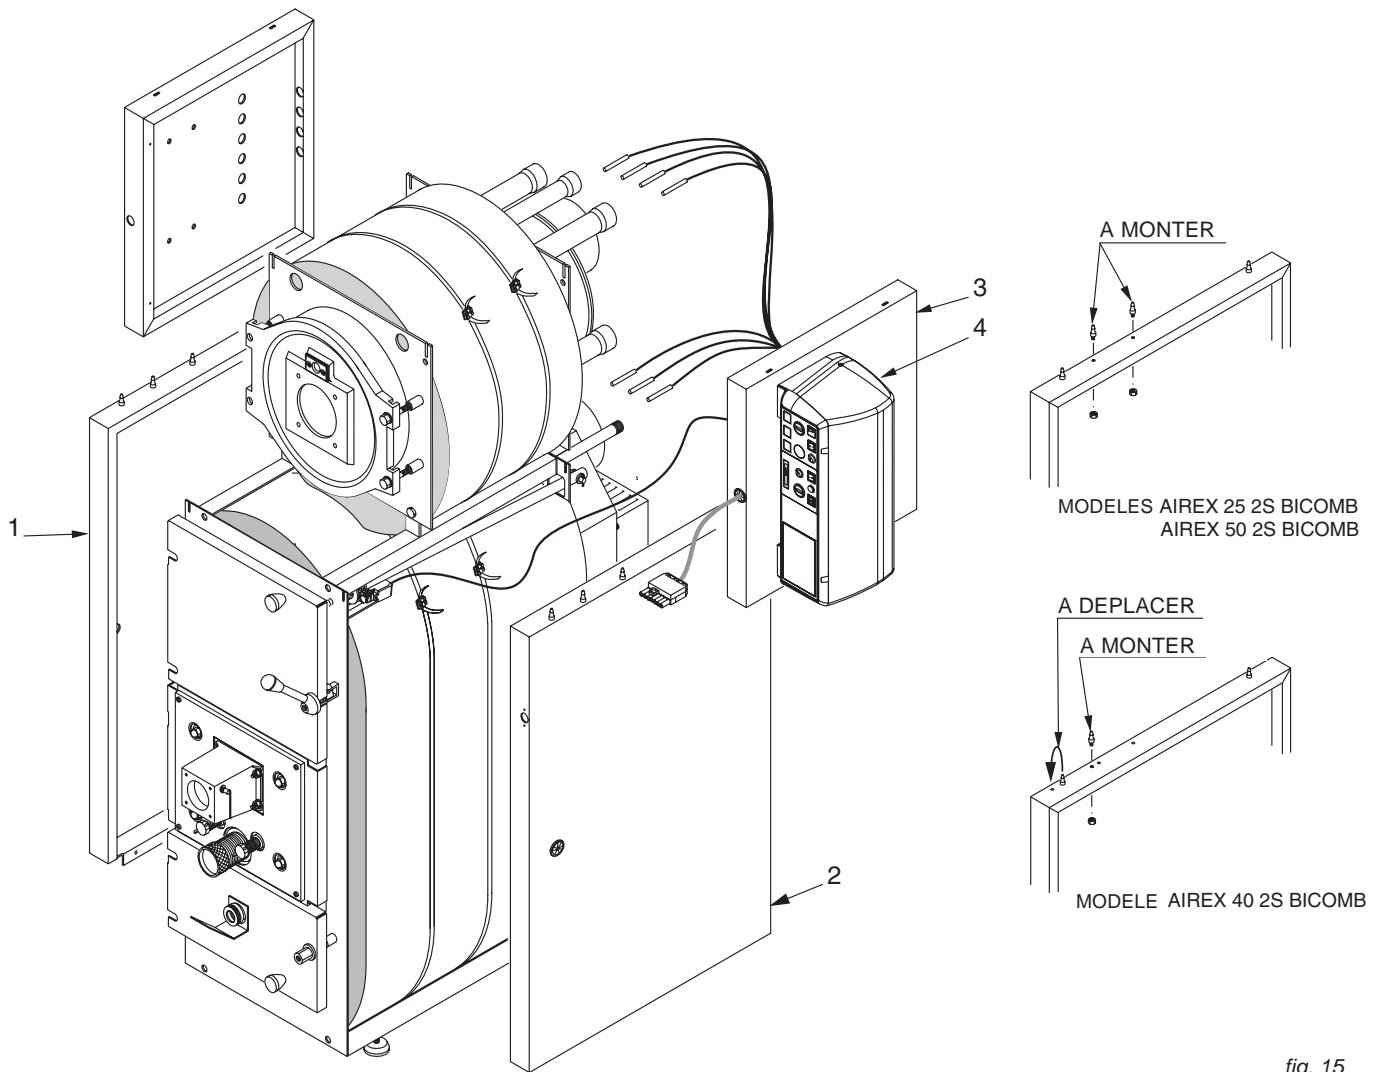

fig. 15
**Réf. fig. 15**
NB.: Les goujons ou clips situés dans la partie supérieure des panneaux latéraux de l'habillage du foyer bois, doivent être positionnés comme indiqué dans les détails de la fig.15, pour les différents modèles de chaudière.